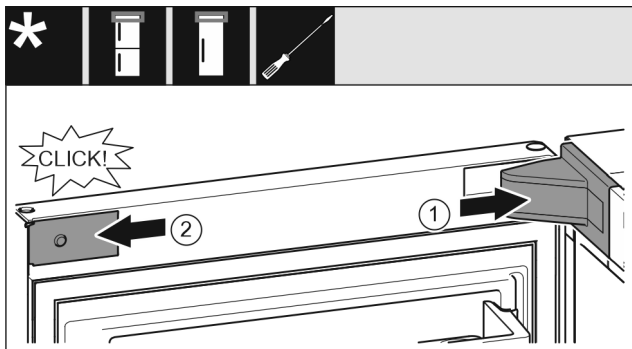

Fig. 22
- Nasadte a zaklapněte kryt stojanu ložiska Fig. 22 (1), příp. opatrně přitlačte od sebe.
- Z boku nasadte záslepku Fig. 22 (2) a zaklapněte.